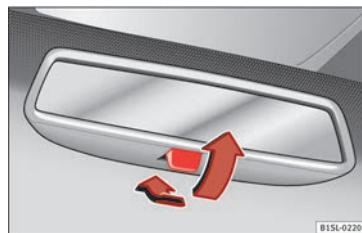

Fig. 69 Retrovisor antideslumbrante manual.
- Para oscurecer el retrovisor, tire de la palanca hacia atrás » **fig. 69.**